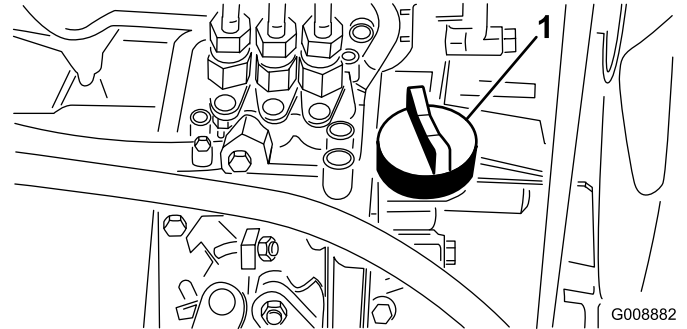

図 21
4. 不足していれば補給口キャップ（図 21）をとり、ディップスティックのFull 位置まで少量ずつオイルを補給する。補給中、ディップスティックで何度か油量を確認しながら入れること。